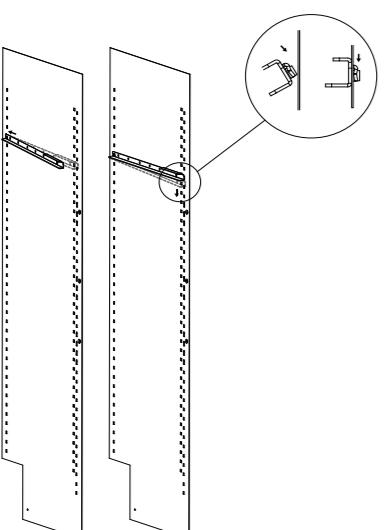
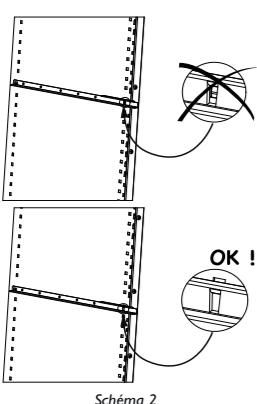

Abbildung 1
Abbildung 2
Zwischen den Regalen wurden jeweils Schutzkeile für den Transport angebracht . 2 Keile pro Regal (Bild 1). Entfernen Sie diese alle durch eine Drehbewegung (Bild 2). Sie können diese Keile aufbewahren und wieder verwenden, wenn Sie Ihren Weinklimaschrank über eine längere Distanz transportieren müssen. • Rollen Sie das Stromkabel ab, damit es mit keinem Teil des Geräts in Berührung kommt.
1. Schieben Sie 2 Führungsschienen in die hierfür vorgesehenen Führungsleisten. Platzieren Sie für jedes Regal eine Schiene rechts und eine Schiene links (siehe Abbildung 1). Achten Sie darauf, die Schienen an der richtigen Stelle einzuschieben (siehe Abbildung 2).